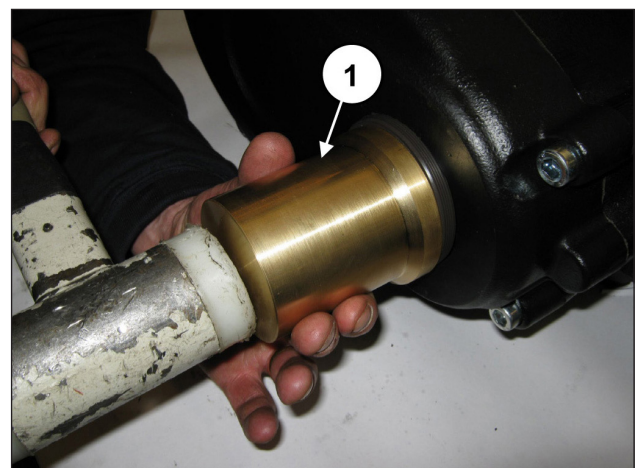
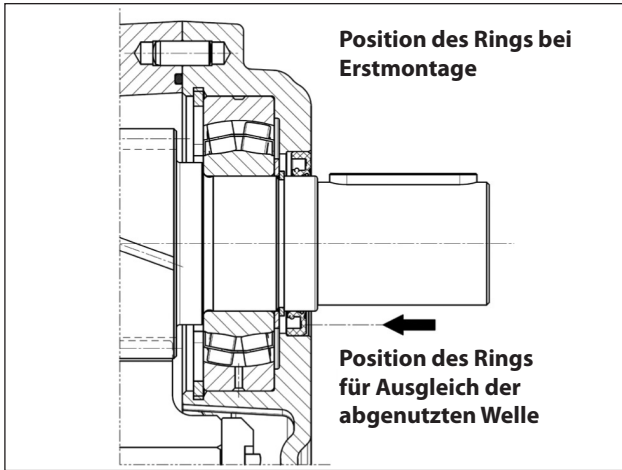

Abb. 89
Abb. 90
Setzen Sie den Ölabstreifring in den Getriebedeckel ein. Verwenden Sie hierfür das Werkzeug Art. 27605200 (Pos. ①, Abb. 89). Überprüfen Sie vor Einbau des Ölabstreifrings den Zustand der Dichtlippe. Im Fall eines Austauschs setzen Sie den neuen Ring bündig in die Nut ein, siehe Abb. 90.
**Sollte die Welle im Bereich mit der Dichtlippe einen Verschleiß am Durchmesser aufweisen, können Sie zur Vermeidung der Schleifbearbeitung den Ring auf Anschlag mit dem Deckel neu ausrichten, siehe hierzu Abb. 90.**